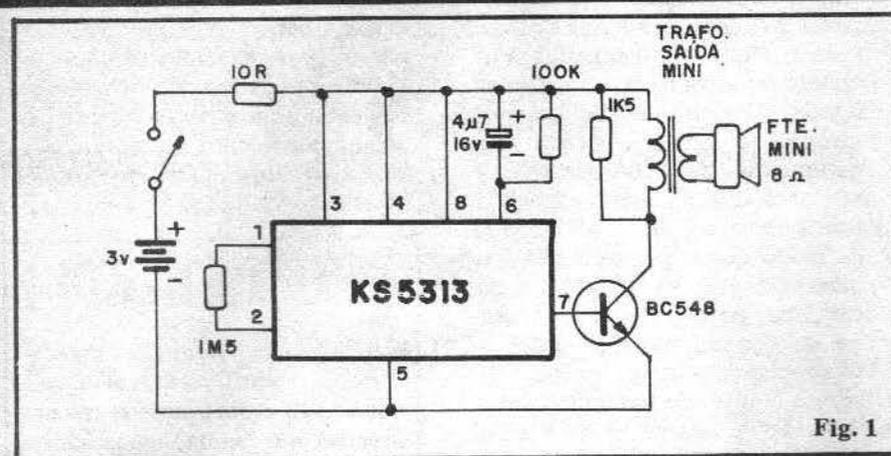

Fig. 1
– FIG. 1 – O CIRCUITO – A quase inacreditável simplicidade do circuito fica clara na fig. 1, que mostra o esquema da CAIXINHA DE MÚSICA 5313. Além do próprio Integrado (DIL de 8 pinos, do tamanho de um 741 ou de um 555...), alguns poucos resistores, um único capacitor eletrolítico, um transistor